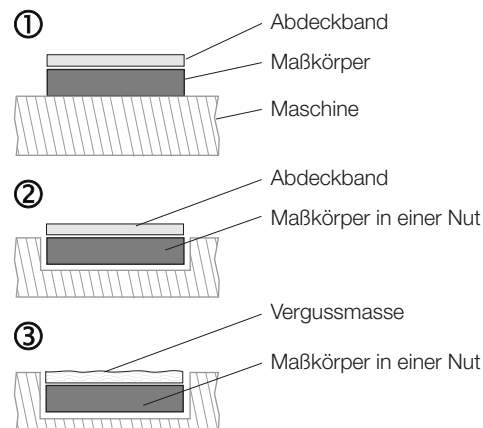

Bild 4-3: Montagemöglichkeiten für den Maßkörper
Bei normalen Umgebungsbedingungen den Maßkörper auf eine ebene Oberfläche aufkleben. Optional das Abdeckband zum Schutz aufkleben (siehe Bild 4-3, Pos. 1).
Bei rauen Umgebungsbedingungen den Maßkörper vollständig in einer Nut einbetten, so dass er nicht an der Oberfläche herausragt. Optional das Abdeckband aufkleben (siehe Bild 4-3, Pos. 2).
Bei extremen Umgebungsbedingungen den Maßkörper vollständig in einer etwas tieferen Nut einbetten und mit nichtmagnetischem Material vergießen (z. B. Uhu Endfest 300). Das Vergussmaterial evtl. überschleifen (siehe Bild 4-3, Pos. 3).
- Montagemöglichkeiten (siehe Bild 4-3, Position 1 und 2): auf die Oberfläche aufkleben in eine Nut versenken und ankleben.